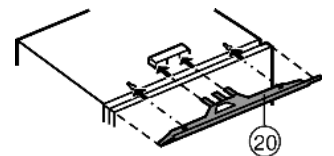

Fig. 10
- ▶ Fixer le cache de compensation Fig. 10 (20) au centre de l'appareil : le glisser dans le logement et le fixer dans les encoches.